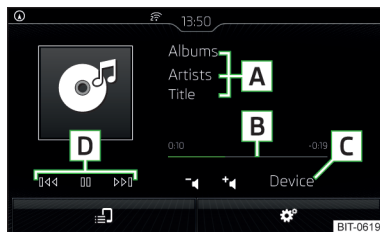
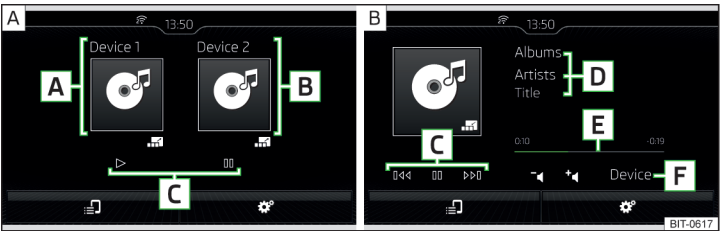

Fig. 194
Fig. 195 Menú principal: dos tabletas conectadas / Manejar una de las dos tabletas conectadas
Menú princ. » fig. 194
- » Para iniciar el manejo de la tableta pulsar la superficie funcional **[F]** en la tableta correspondiente » fig. 195 - **A**.
- » Para regresar al menú principal, pulsar la superficie funcional **[F]** » fig. 195 - **B**.
Menú princ. » fig. 195
El movimiento dentro del título es posible tocando el dedo del eje del tiempo **B** » fig. 194 de la pág. 164 o **E** » fig. 195 de la pág. 165.